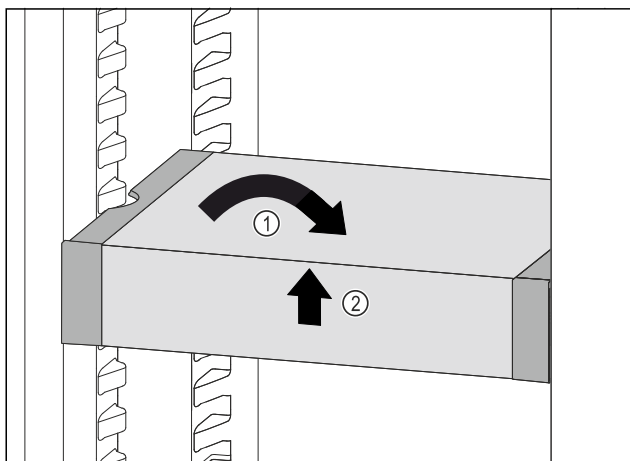

Fig. 136
- VarioSafe postavte rovně. Fig. 136 (1)
- VarioSafe vpředu zvedněte. Fig. 136 (2)